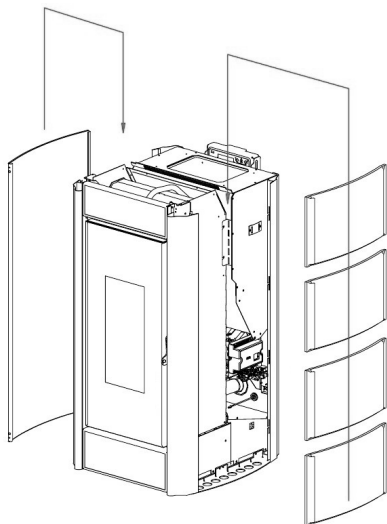

Fig. 35 - Einsetzen der Seiten
- Mit einem Finger die oberen, an den schwarzen Profilen befindlichen kleinen Zungen nach außen biegen (siehe **Fig. 35**).